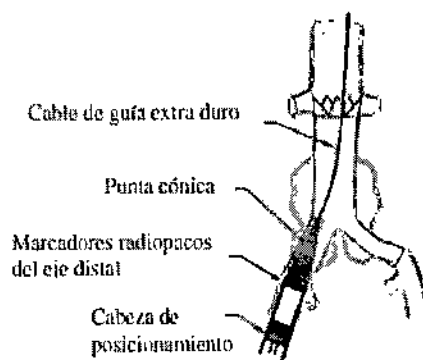

Figura 16 Retirada del sistema de entrega
15) Retirada del sistema de entrega. Mantener el accesorio de conexión del eje y ponerlo en posición primero. Tirar el eje interior distal despacio al in vitro, y observar el monitor, hasta que la punta cónica y los marcadores radiopacos del eje sobreponen básicamente. Aflojar el accesorio de conexión del eje, tirar el eje interior distal al in vitro, hasta que el sistema de entrega esta sacado completamente in vitro. (Figura 16)